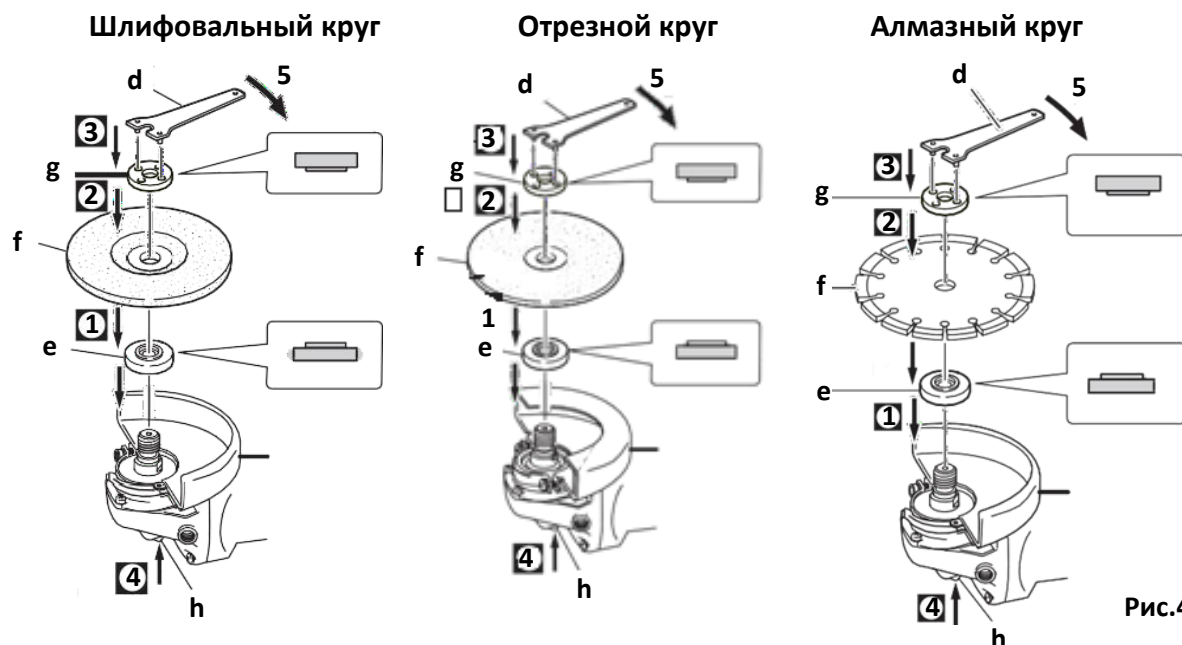

Рис.4
1. Установите на шпиндель планшайбу (**e**) Рис.4;
3. Зафиксируйте его прижимной гайкой (**g**), прижимную гайку располагаем и закрепляем в зависимости от типа диска вогнутый или плоский Рис.4 и 6;